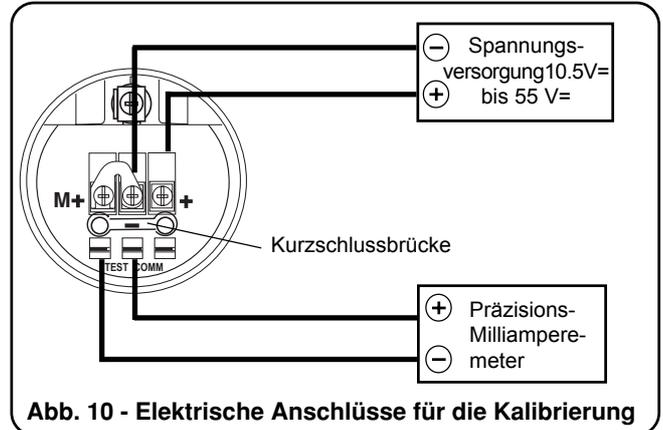

Abb. 10 - Elektrische Anschlüsse für die Kalibrierung
- v) Sämtliche in Abbildung 10 gezeigten elektrischen Anschlüsse sind hergestellt.